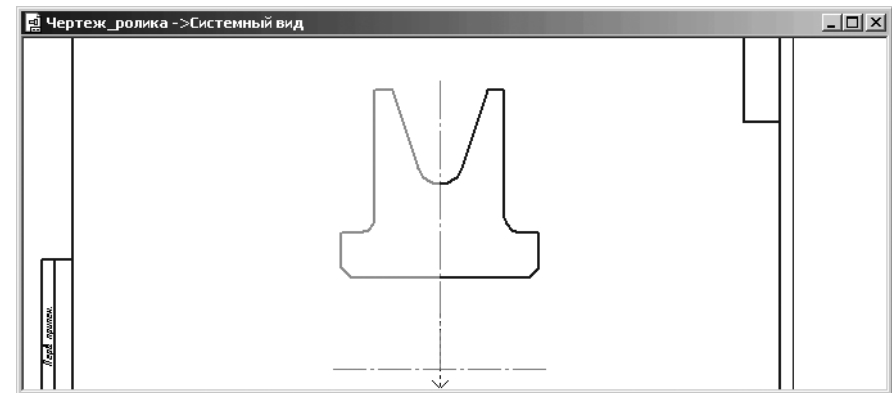

Рис. 4.32. Результаты симметричного отображения части контура ролика относительно вертикальной оси
- щелкните по второй точке вертикальной оси симметрии. Появится симметричное изображение выделенного контура (рис. 4.32). При этом левая часть контура будет выделена зеленым цветом, а правая синим;